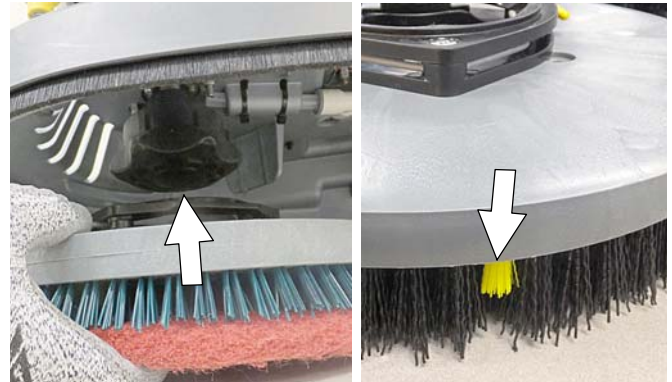

ABB. 11
4. Richten Sie den Scheibenantrieb oder die Bürste unter der Motornabe aus und drücken Sie den Antrieb zur Befestigung nach oben (Abbildung 11). Ersetzen Sie die Scheiben oder Bürsten, wenn sie nicht mehr wirksam reinigen oder wenn die Borsten bis zur gelben Anzeige abgenutzt sind (Abbildung 11).